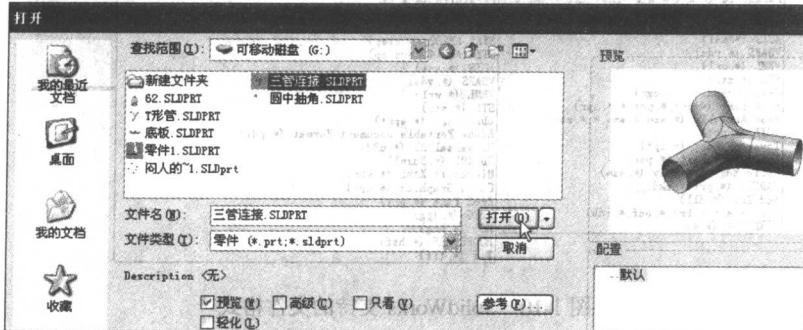

图 1-8 打开文件
件”→“ 打开①”，或者单击工具栏中的“打开”图标。系统弹出“打开”对话框，在对话框中找到需要的文件，单击“打开”按钮，选中的文件就可以打开，如图 1-8 所示。